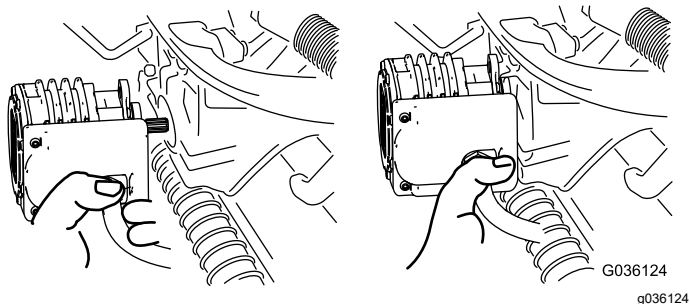

Figure 60
5. Amenez le moteur à la position de rangement sur l'avant du bras de suspension (Figure 60).